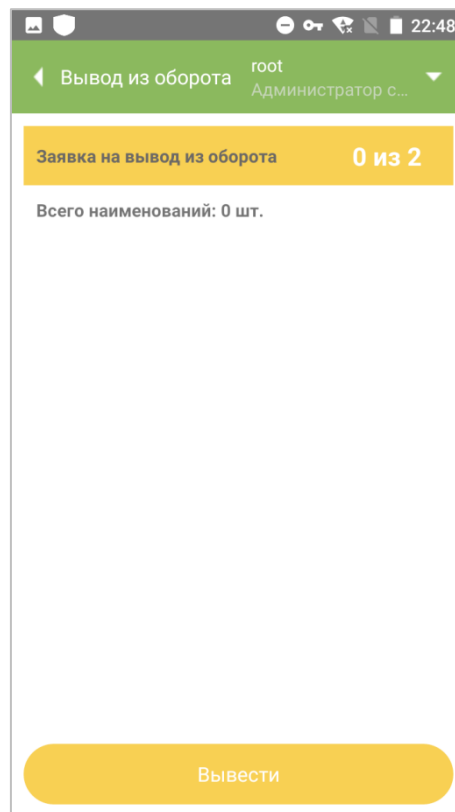

Рисунок 11.8
- 2.1. Откроется окно для сканирования кодов (Рисунок 11.8).